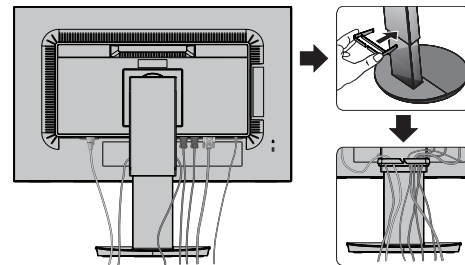

Figura C.2
5. Coloque el pasacables en el soporte (**figura C.2**).